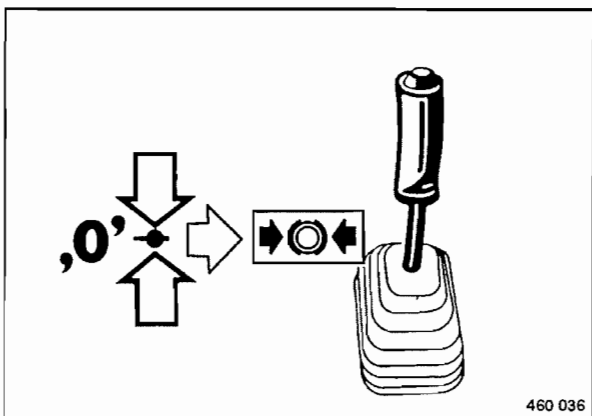

Fig. 62
- Colocar la palanca de marcha (Fig. 62) hacia la derecha en posición de frenado de estacionamiento.